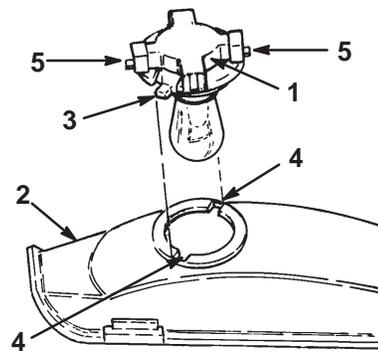

Bild 31
3. Drehen Sie die Birnenfassung um 1/4 Umdrehung entgegen dem Uhrzeigersinn und nehmen die Birne aus dem Reflektor (Bild 31).
2. Die Birnenfassung hat zwei Nasen (Bild 31). Fluchten Sie die Nasen auf die Schlitzte im Reflektor aus, setzen die Birnenfassung in den Reflektor ein und drehen die Birne im Uhrzeigersinn um 1/4 Umdrehung bis zum Anschlag.